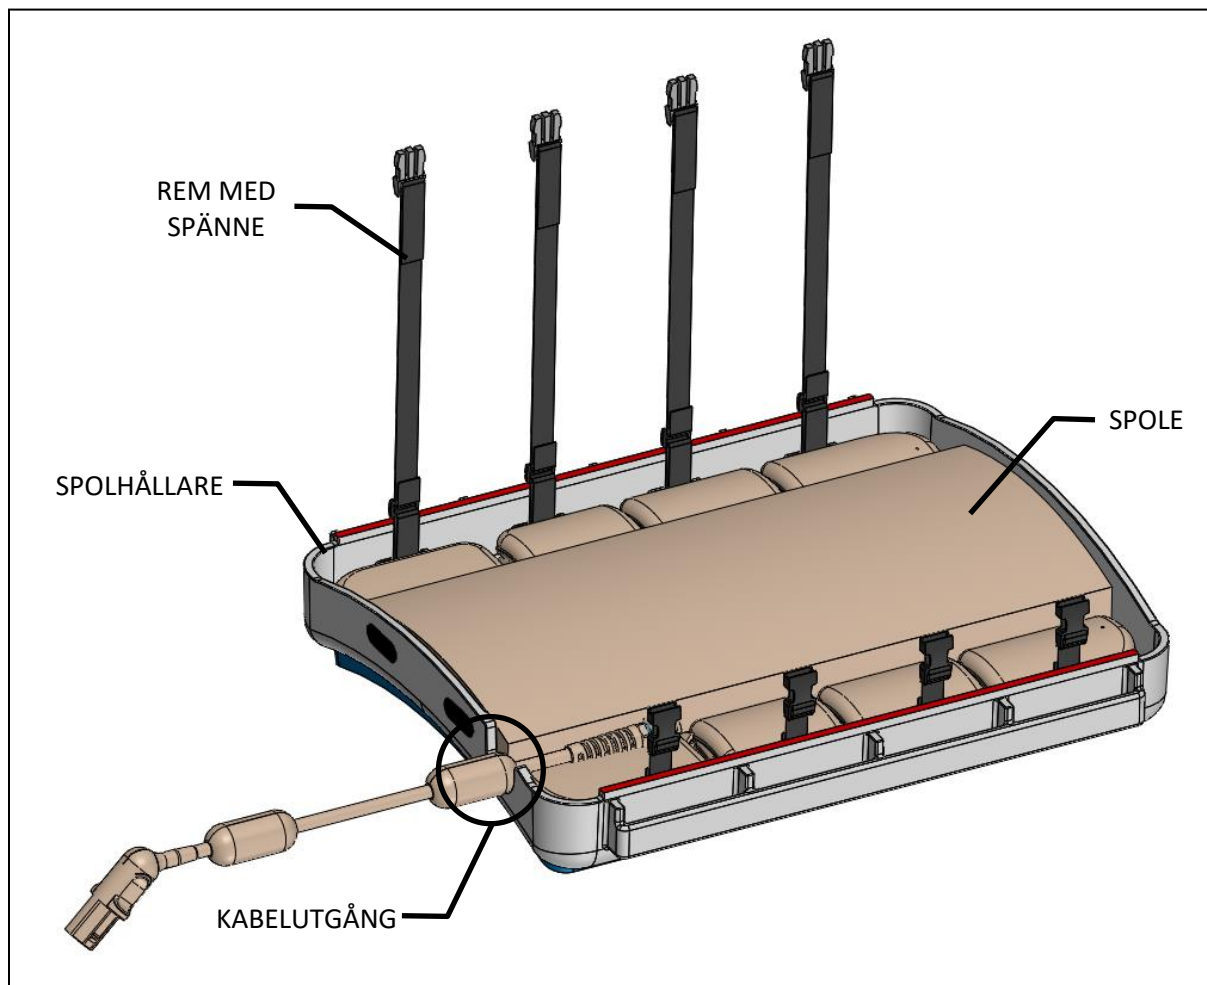

Bild 2: Kabel som kommer ut ur spolhållaren
1. Placera spolen i TULSA-PRO-spolhållaren till Ingenia med kabeln som kommer ut ur spolhållaren enligt nedan (*Bild 2*). Sätt fast alla remmar och spänn dem ordentligt.